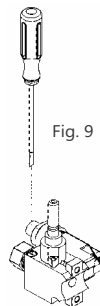

Fig. 9
- ✗ Por último, realice la regulación del mínimo de un quemador por vez, encendiendo el mismo y llevándolo a la posición de mínimo. Luego quite la perilla correspondiente, con un destornillador gire en sentido horario el tornillo ubicado en la parte superior de la válvula (Fig. 9) para disminuir la altura de la llama o antihorario para aumentarla.